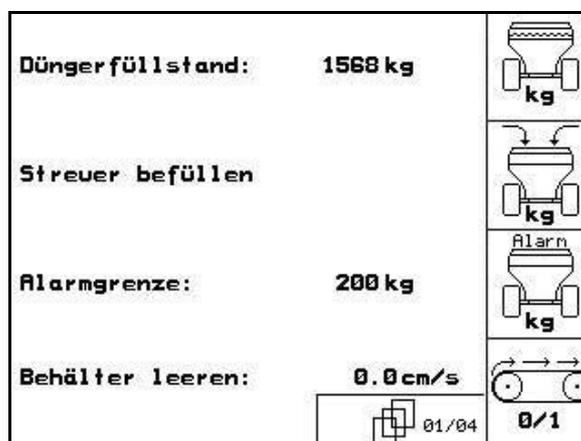

Fig. 69
- Im Menü Maschinendaten Seite eins  (Fig. 69).